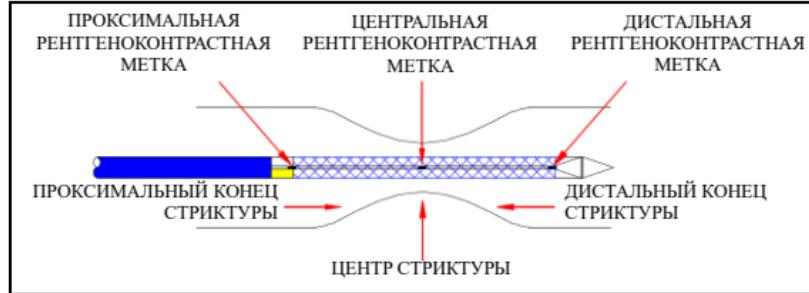

Рис. 4
- d) Когда центральная рентгеноконтрастная метка достигнет центра структуры, продолжайте оттягивать Y-образный соединитель назад, пока стент не будет полностью установлен (см. рис. 4, 5).
- d) Когда центральная рентгеноконтрастная метка достигнет центра структуры, продолжайте оттягивать Y-образный соединитель назад, пока стент не будет полностью установлен (см. рис. 4, б).